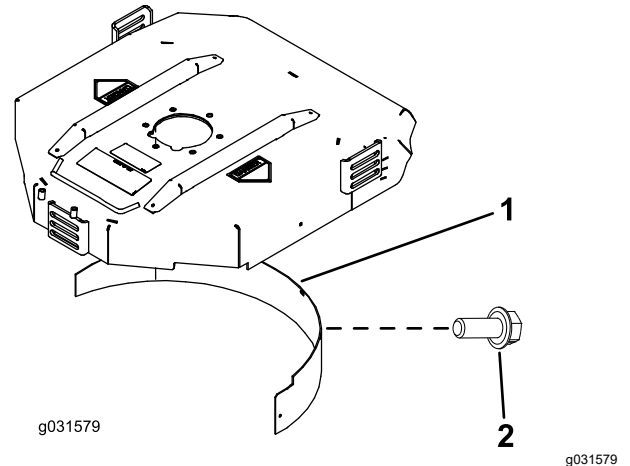

Figure 21
2. Montez le déflecteur de déchetage dans l'ouverture arrière et fixez-le avec 5 boulons à embase (Figure 21).